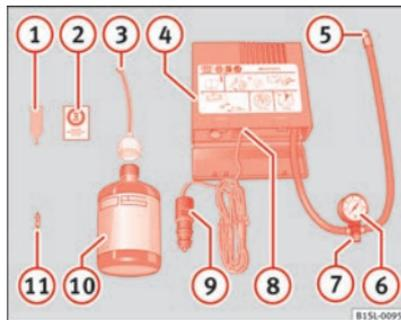

Fig. 148 Rappresentazione standard: Contenuto kit per la riparazione dei pneumatici.
Il kit per la riparazione dei pneumatici si trova nel sottofondo del bagagliaio. Include i seguenti componenti ⇒ fig. 148:
10. Attaccare l'etichetta adesiva ⇒ fig. 148 ② del kit sulla plancia, ben in vista per il conducente.
- Svitare l'inserto valvola con l'apposito attrezzo con l'attrezzo corrispondente ⇒ fig. 148 ① e posarlo su una superficie pulita.
- Agitare energicamente la bomboletta del sigillante per pneumatici ⇒ fig. 148 ⑩ per alcuni secondi.
- Avvitare il tubo di riempimento ⇒ fig. 148 ③ alla bomboletta di sigillante girandolo in senso orario. La piombatura della bomboletta si rompe automaticamente.
- Rimuovere il tappo del tubo di riempimento ⇒ fig. 148 ③ e avvitare l'estremità aperta dal tubo alla valvola del pneumatico.
- Avvitare di nuovo l'inserito valvola con l'attrezzo corrispondente ⇒ fig. 148 ① nella valvola del pneumatico.
- Avvitare il tubo di gonfiaggio ⇒ fig. 148 ⑤ del compressore alla valvola del pneumatico.
- Accertarsi che la vite di sfiato dell'aria ⇒ fig. 148 ⑦ sia chiusa.
- Collegare il connettore ⇒ fig. 148 ⑨ a una presa di corrente da 12 volt del veicolo ⇒ pagina 123.
- Collegare il compressore d'aria all'interruttore ON/OFF ⇒ fig. 148 ⑧.
Riavvitare il tubo di gonfiaggio ⇒ fig. 148 ⑤ e controllare la pressione con il manometro ⑥.